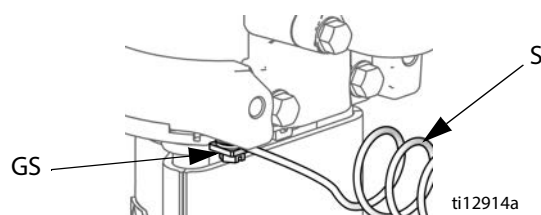

Рис. 2. Винт и провод заземления
1. Насос: См. Рис. 2. Убедитесь, что винт заземления (GS) вставлен в пневмомотор и надежно затянут. Подсоедините другой конец провода заземления (S) к точке фактического заземления.